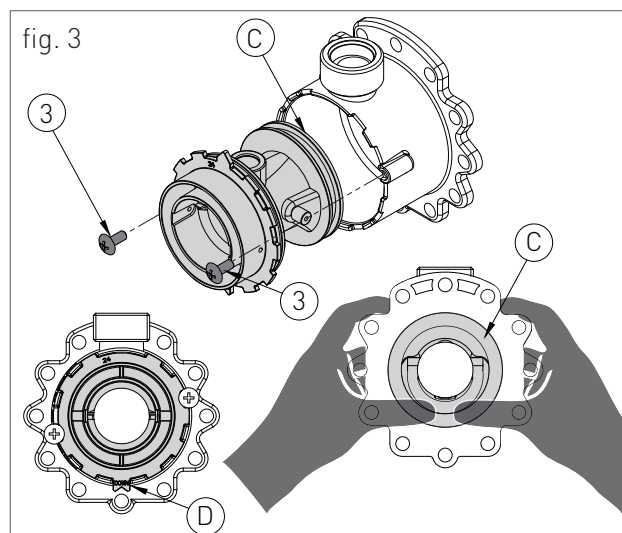

fig. 3
- › svitare le due viti '3' (fig.3) e fare pressione sul lato posteriore del venturi 'C' (fig.3);
- › sostituire il venturi con quello adatto al tipo di gas di rete (cod. 30-00169 per GPL) e assicurarsi che l'orientamento del dente 'D' (fig.3) sia verso il basso sul corpo in alluminio (vedi fig.3);